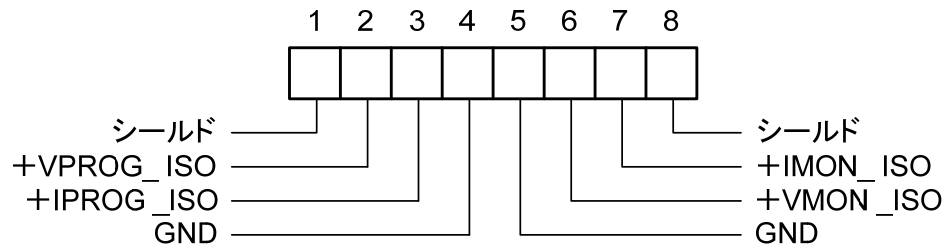

図 7-1 絶縁コントロール・モニタリングコネクタ
- ◆ コネクタ端子については図 7-1 を参照してください。